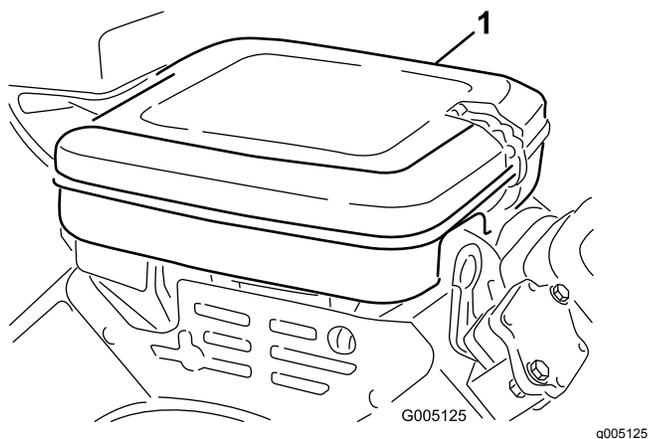

Рисунок 35
1. Очистите крышку воздухоочистителя (Рисунок 35).